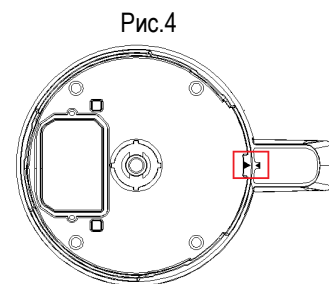

Рис.4
- Установите насадку для нарезки кубиками (16) внутрь чаши так, чтобы пазы насадки совпадали с пазами чаши. (Рис.4)
- Установите диск с ножом (15) для нарезки кубиками на насадку.